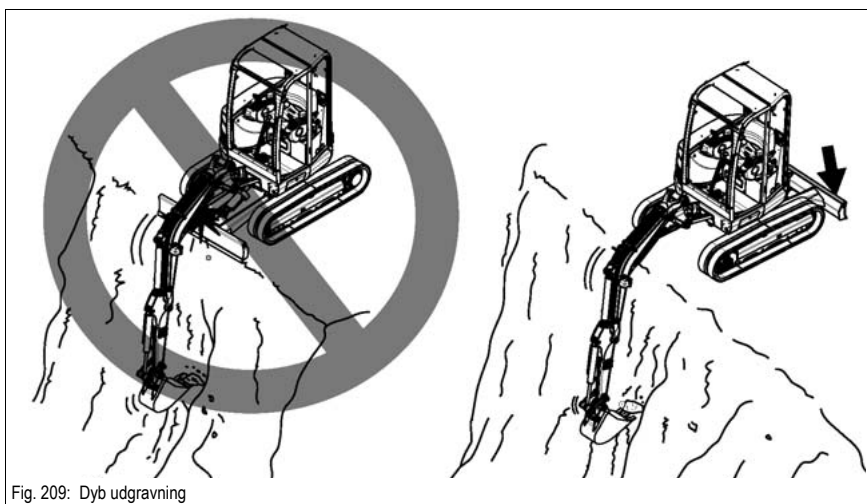

Fig. 209: Dyb udgravning
- ☞ Ved en dyb udgravning med dozerbladet **B** foran skal det påses, at stempelstangen **A** ikke kommer til at sidde fast på dozerbladet **B** (Fig. 209.